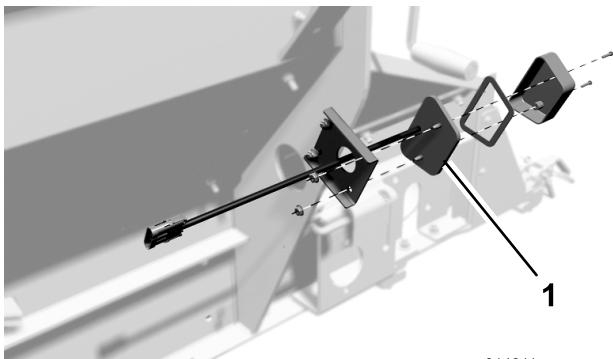

Bild 5
1. Lampenhalterung (2)
7. Befestigen Sie die Anordnung des Hecklichts mit (2) Palmuttern an jede Halterung (Bild 5). Achten Sie darauf, dass die Beleuchtungskabel vor der Montage durch die Halterung verlegt sind. Ziehen Sie die Muttern nicht zu fest.